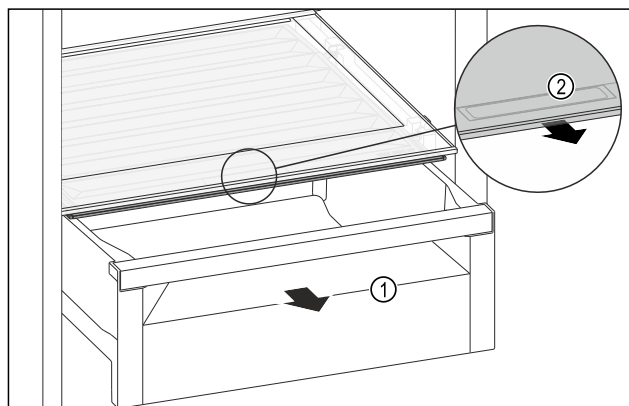

Fig. 142
- Retirer le tiroir Fig. 142 (1).
- Saisir la poignée encastrée Fig. 142 (2) du couvercle du compartiment et tirer le couvercle du compartiment par l'avant.